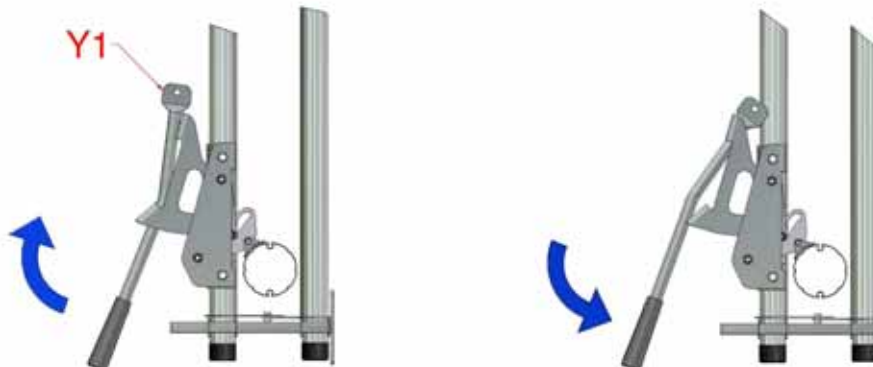

Abbildung 33: Handbetrieb der Sperrklinke
- 8.4 Wenn das Multibay-System über einer Barriere montiert wird, müssen die Sperrklinken von Hand mit Hilfe des Sperrklinkenhebels (Y1) betätigt werden, siehe Abbildung 33.